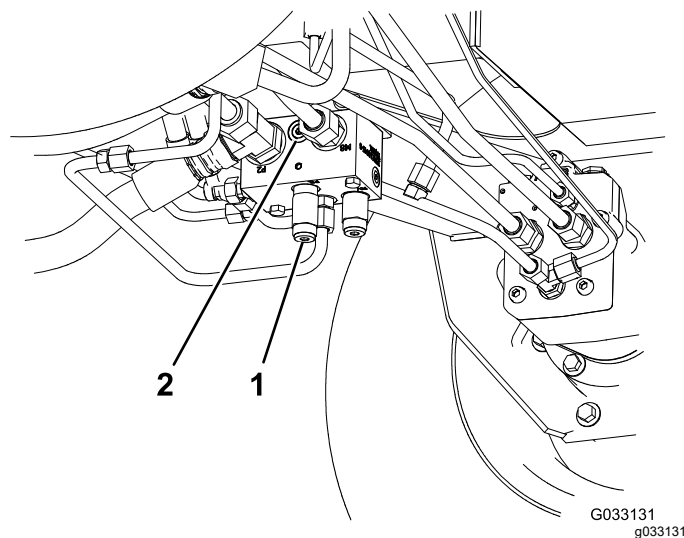

Figura 63
- Peça Toro No. 95-0985, encaixe do acoplador (2)
- Peça Toro No. 340-77, encaixe hidráulico (2)
1. Instale um encaixe de diagnóstico na porta não assinalada que se encontra entre as portas M8 e P2 no coletor da tração traseiro (Figura 63).